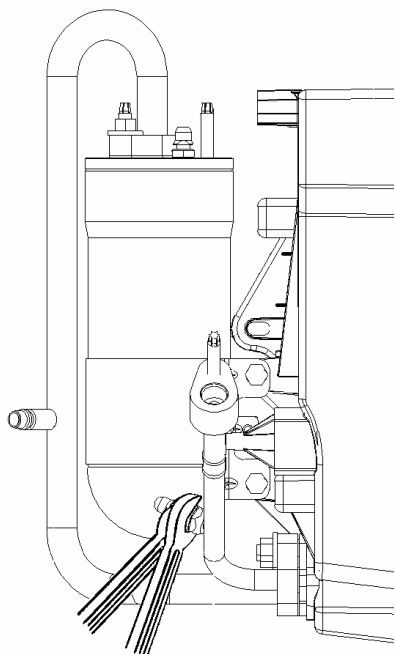

Figura 38 Use una Llave de Respaldo Cuando Afloje o Apriete las Uniones
10. Siempre que sea posible utilice una llave de respaldo cuando afloje o apriete las uniones (Figura 38).